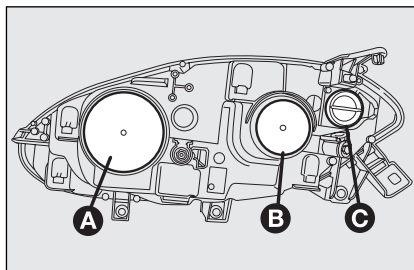
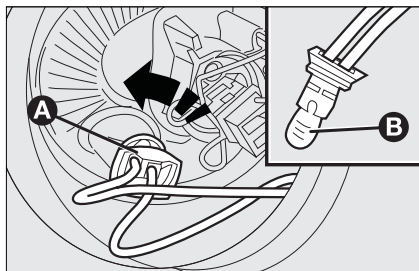

Рис. 19
Рис. 21
БЛОК-ФАРА, рис. 19
- снимите защитную крышку **B**, рис. 19;
- установите на место защитную крышку **A**, рис. 19.
- снимите защитную крышку **A**, **рис. 19**;
- поверните патрон лампы **A**, **рис. 21** против часовой стрелки, и извлеките его;
- установите новую лампу, установите патрон **A**, **рис. 21** и защитную крышку **B**, **рис. 19**.
- установите на место защитную крышку **B**, **рис. 19**.
- поверните защитную крышку **C**, **рис. 19**, против часовой стрелки;
- установите на место защитную крышку **A**, **рис. 19**.